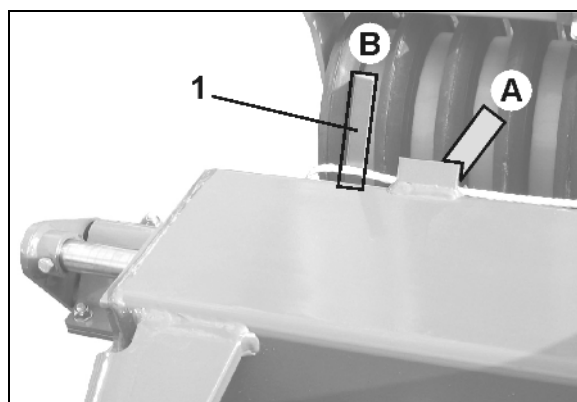

Рис. 52
- Рис. 52 - Правая сторона агрегата, поз. В.